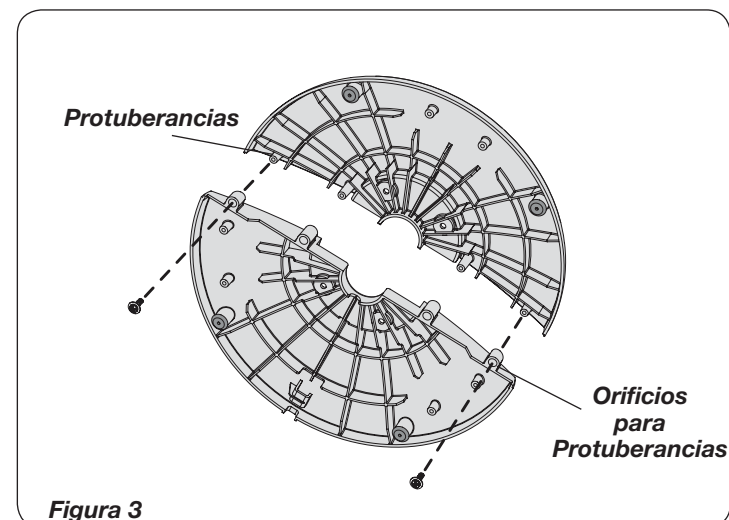

Figura 3
- Arme la base enclavando las Protuberancias en los Orificios para Protuberancias. (Figura 3)
- Fije las mitades de la base con (2) tornillos M4 X 13 mm. (Figura 3) Pase el Cable Eléctrico por el orificio grande que se encuentra en el Conjunto de la Base. **NOTA:** El Canal Para Cable en la parte inferior de la base debe estar hacia la parte posterior del Calefactor.